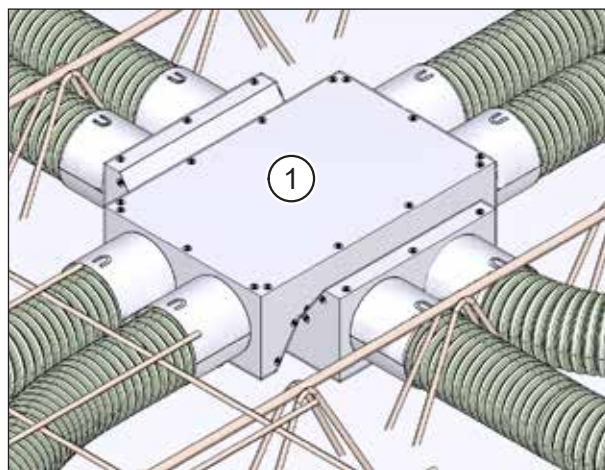

Fig. 6: Croiser des tuyaux flexibles
- ▶ Utilisez une pièce de croisement (pos. 1 dans Fig. 6) si les conduites d'air repris et d'air fourni doivent être croisées en raison des conditions structurelles.